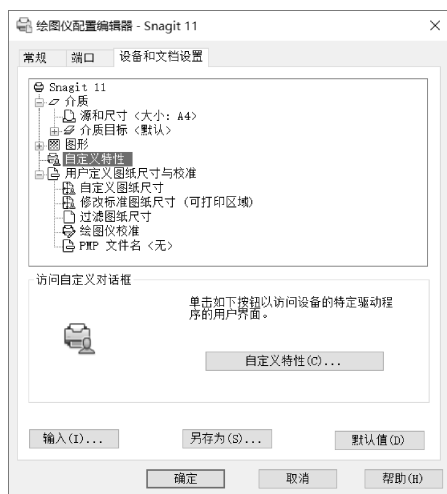

图 12-7 “绘图仪配置编辑器”对话框
- “特性”按钮：用于打开“绘图仪配置编辑器”对话框，如图 12-7 所示。